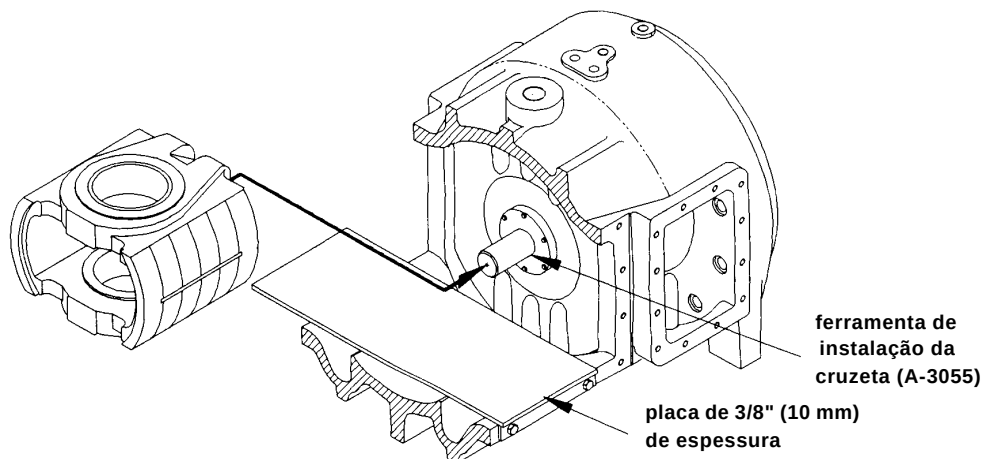
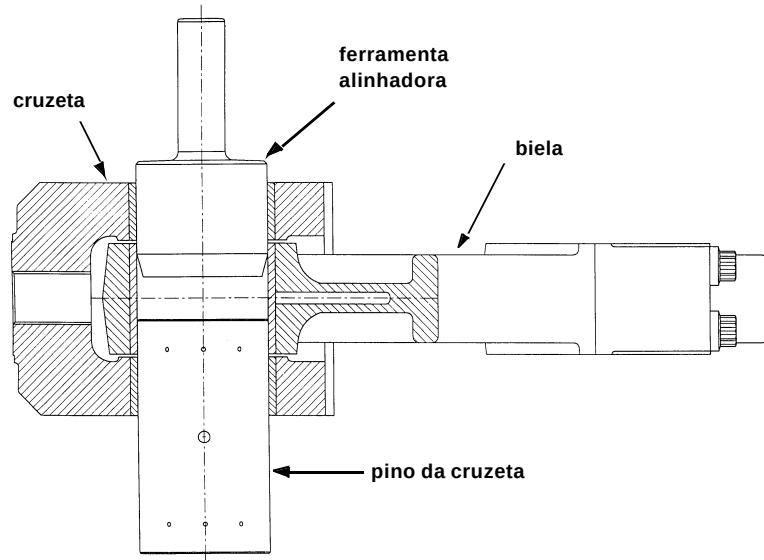

FIGURA 5-4 INSTALAÇÃO DA CRUZETA
FIGURA 5-5 FERRAMENTA ALINHADORA DO PINO DA CRUZETA (B-1988) - TÍPICA
na Figura 7-1, página 7-2. Se a porca da cruzeta possui uma chave de torque hidráulica para porca da cruzeta, ou se tiver sido substituída para aceitá-la, verifique o torque dos parafusos da guia da cruzeta ao frame e do suporte da guia e do suporte ao skid para garantir que todos estejam devidamente ajustados (vide Tabela 1-9, página 1-15). Desaperte a porca da cruzeta com a chave de torque hidráulica para porca da cruzeta colocada no vão adequado da guia da cruzeta (o vão do lado direito, olhando o frame do compressor a partir do cilindro). Vide Figura 5-4, página 5-9. Aplique uma pressão hidráulica ao carneiro hidráulico para soltar a porca da cruzeta.
7. Retire a selagem do anel raspador de óleo do diafragma da guia da cruzeta. Instale a Ferramenta de Instalação/ Retirada da Cruzeta conforme ilustrado na Figura 5-4, página 5-9.
8. Empurre a cruzeta contra a Ferramenta de Instalação da Cruzeta (vide Figura 5-4) e gire a cruzeta 90 graus. Provavelmente serão necessárias duas pessoas para realizar este passo.
9. Deslize uma chapa de 3/8" (10 mm) de espessura na folga entre a cruzeta e a guia da cruzeta (conforme ilustrado na Figura 5-4).
4. Gire o virabrequim até o ponto morto exterior a fim de posicionar a biela e insira o pino da cruzeta. Utilize a Ferramenta Alinhadora do Pino da Cruzeta B-1988 (ilustrada na Figura 5-5, página 5-10) no lado oposto da cruzeta a fim de ajudar na inserção do pino (vide Figura 5-4, página 5-9). Instale o parafuso passante do pino da cruzeta, a contraporca e os discos das extremidades. Ajuste o parafuso passante e a contraporca com o valor de torque apresentado na Figura 1-9, página 1-15. DICA: Se for difícil inserir o pino, esfrie-o primeiro.